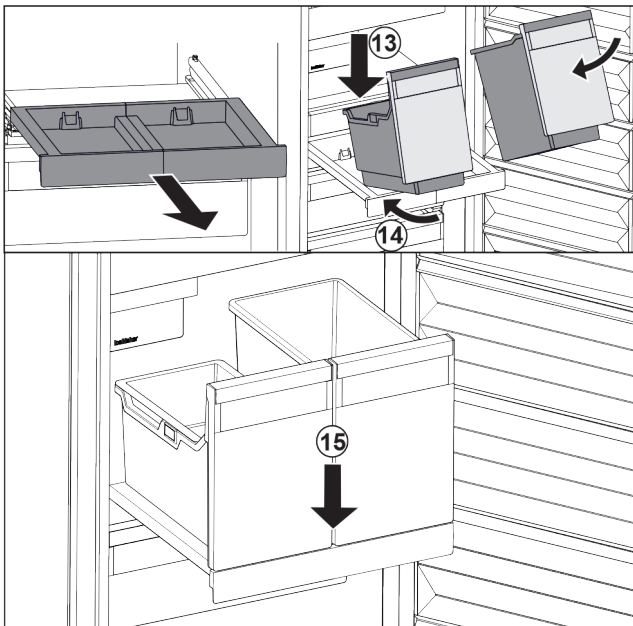

Fig. 129
- ▶ Встановити резервуар на витяжну панель навкоси. Fig. 129 (13)
- ▶ Насунути резервуар навкоси до зад. Fig. 129 (14)
- ▶ Резервуар опустити спереду. Fig. 129 (15)